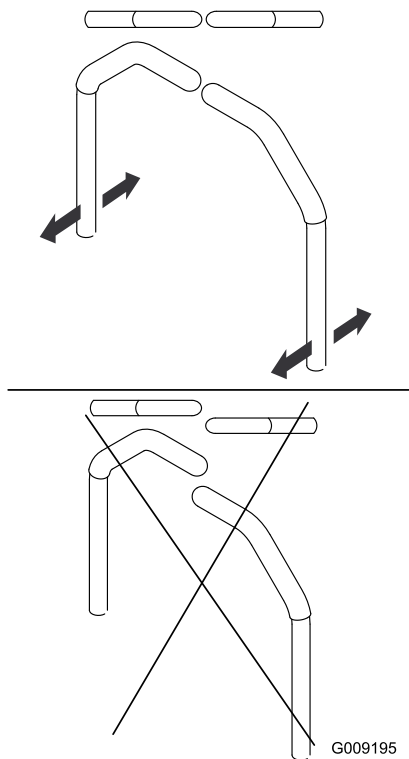

Figura 61
4. Alinhe a posição da frente para a retaguarda das pegas ao juntá-las na posição de ponto-morto e ao fazê-las deslizar até estarem alinhadas (Figura 61).